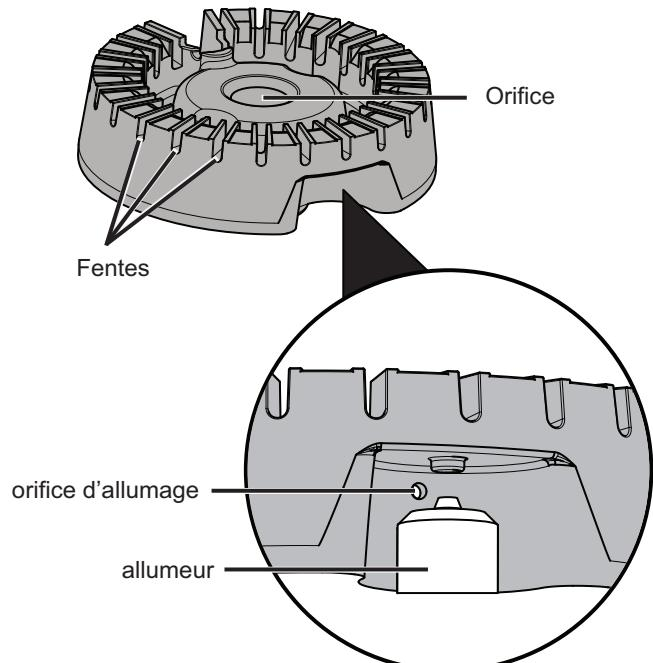

Figure 40 :Composants de brûleurs scellés
3. Utiliser une vieille brosse à dents pour nettoyer la tête de brûleur au complet (voir Figure 40).
4. Utiliser la brosse à dents pour nettoyer les fentes et les orifices du brûleur (voir Figure 40).
5. Nettoyer les orifices d'allumage à l'aide d'une aiguille ou d'un fil métallique de petit calibre (voir Figure 40).